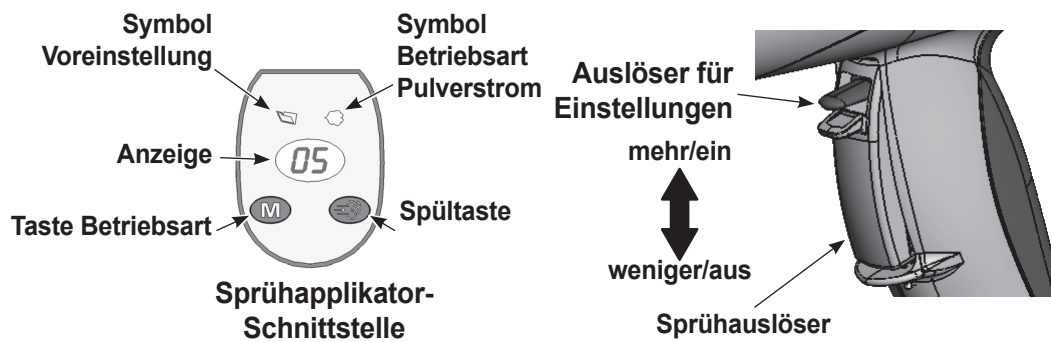

Abbildung 4 Bedienelemente des Applikators
1. Siehe Abbildung 4. Sprühauslöser loslassen. Voreinstellungen können nicht geändert werden, während der Applikator ausgelöst ist.
1. Siehe Abbildung 4. Die Taste **Betriebsart** drücken und gedrückt halten, bis das Symbol **Betriebsart Pulverstrom** leuchtet.
1. Siehe Abbildung 4. Den Applikator in die Kabine richten und den Sprühauslöser loslassen.